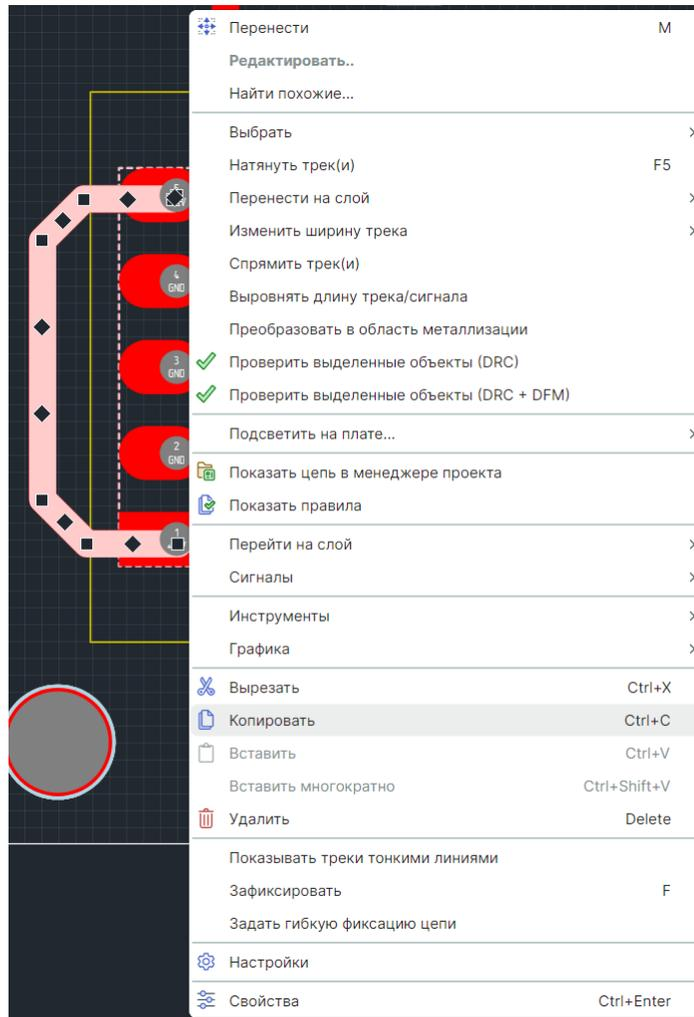

Рис. 417 Копирование трека
2. Воспользуйтесь пунктом «Копировать» контекстного меню или нажмите горячие клавиши «Ctrl+C», см. Рис. 417. Копию выделенных сегментов трека можно получить, перемещая объект при нажатой клавише «Ctrl».